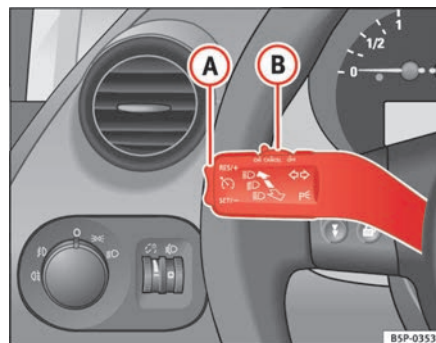

Fig. 147 Leva degli indicatori di direzione e degli abbaglianti: interruttore e tasto di comando del regolatore di velocità
- Spostare verso sinistra l'interruttore ⇒ fig. 147 **(A)**, posizionandolo su **ON**.